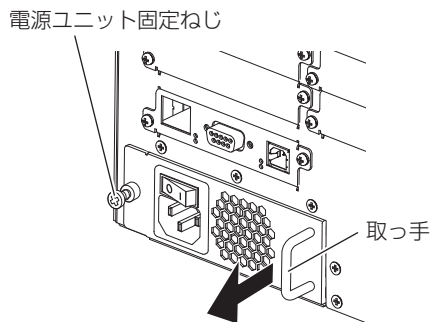

図 1
### 1) スロットカバーを取り外す (図 1)
### 1) 電源ユニット取付部カバーを取り外す (図 1)
- 4) 電源ユニットを取り外す (図 1)